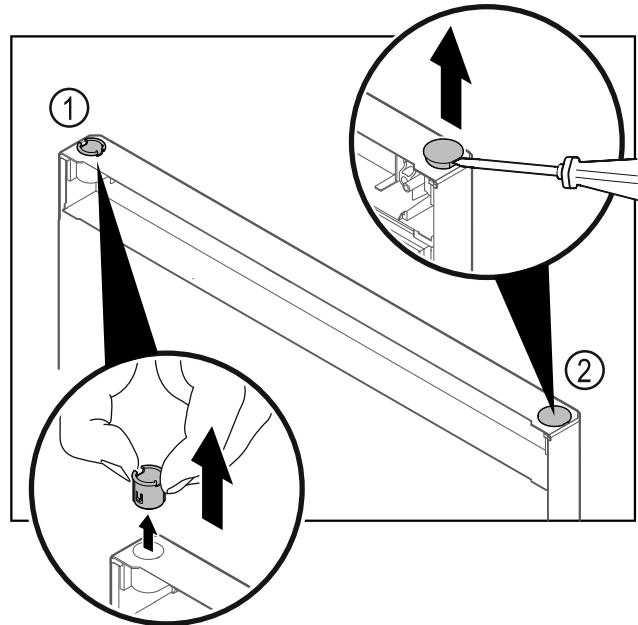

Fig. 27
- ▶ Витягніть шарнірну втулку Fig. 27 (1) пальцями.
- ▶ За допомогою шліцевої викрутки обережно підніміть заглушку Fig. 27 (2) та витягніть її.